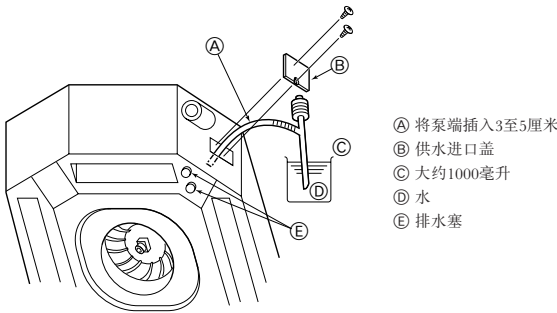

Fig. 6-2
- ④ 按下[Up/down airflow selection]键以改变风向。
- ⑤ 按下[ON/OFF]键以终止运行测试。→停止运行测试。
- ⑥ 操作时亮起灯号
- ⑦ 显示检查编号
- ⑧ 显示运行测试的剩余时间
- ⑨ 显示室内机组的液体管道温度
- ⑩ 显示运行测试
6.1. 检查排水装置 (Fig. 6-2)